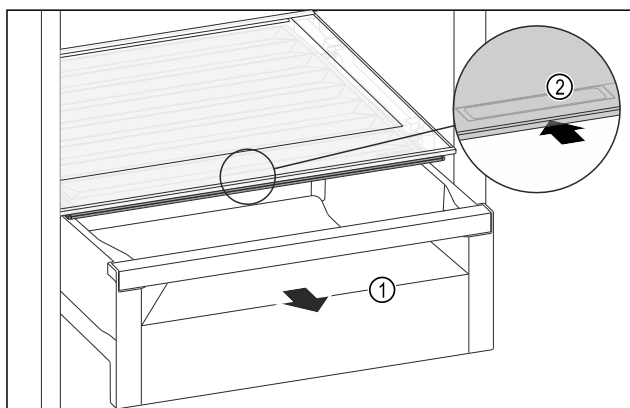

Fig. 194
- Zásuvku Fig. 194 (1) vytáhněte.
- Uchopte prohlubeň pro rukojeť Fig. 194 (2) na víku zásuvky a současně zasuňte víko zásuvky směrem dozadu.